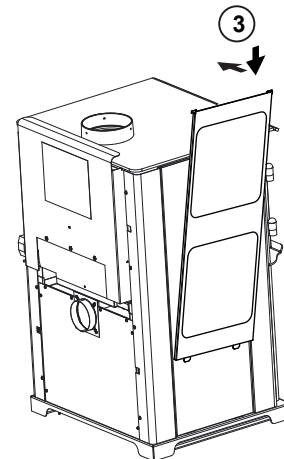

Figure 25.6
4. Fixez à nouveau le cadre des tuiles (**Figure 25.6**).